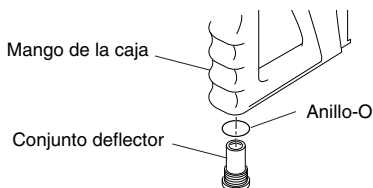

Figura 15 - Inserción del conjunto deflector
1. Inserte en el mango el conjunto deflector y el anillo-O y apriete (vea la Figura 15).